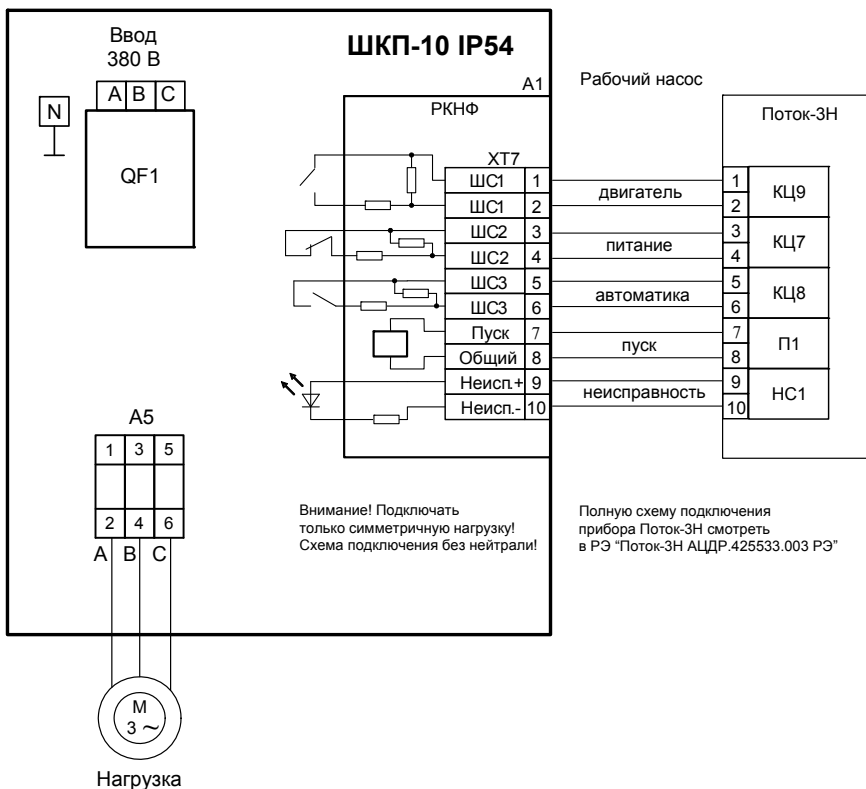

Рисунок 2. Схема электрическая подключения шкафа при эксплуатации «ШКП-10 IP54» АЦДР.425412.005-01 IP54 ЭТ Изм.1 АЦДР.5489-15 от 07.07.2015
- 3) подключить к шкафу провода питающего сетевого напряжения, цепей нагрузки и контроля состояния согласно схеме электрической рис. 2;